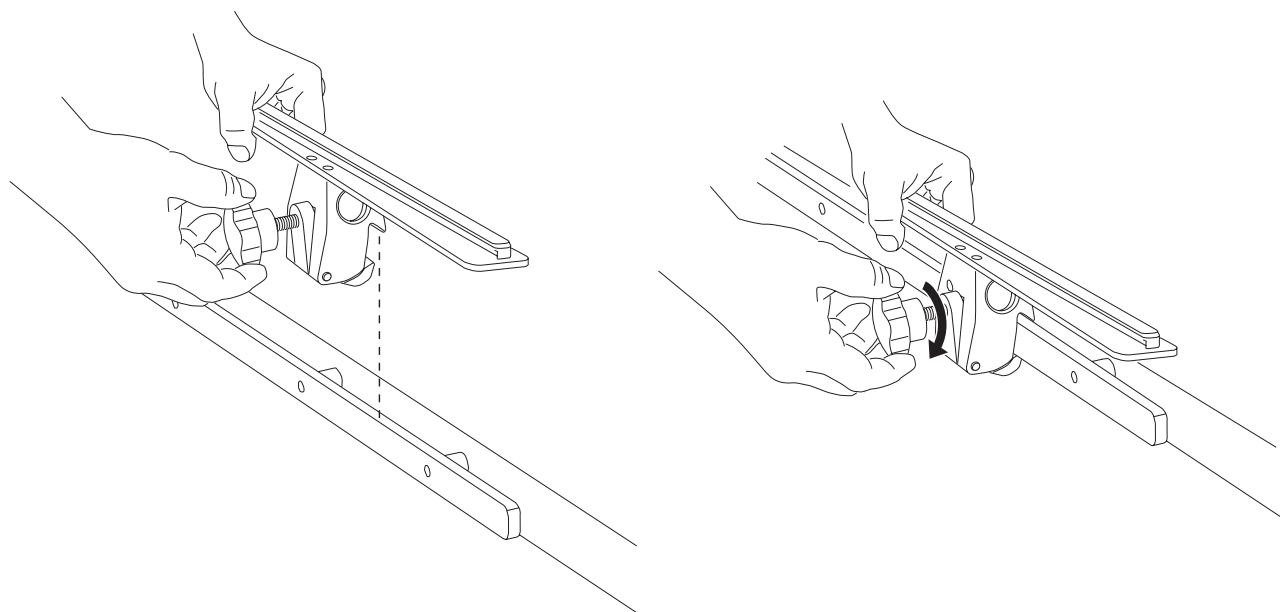

Bild 3-8: Installera ett NEUWAVE skenfäste för brits
1. Montera skenfästet på operationsbordets skena, så som visas i bild 3-8.